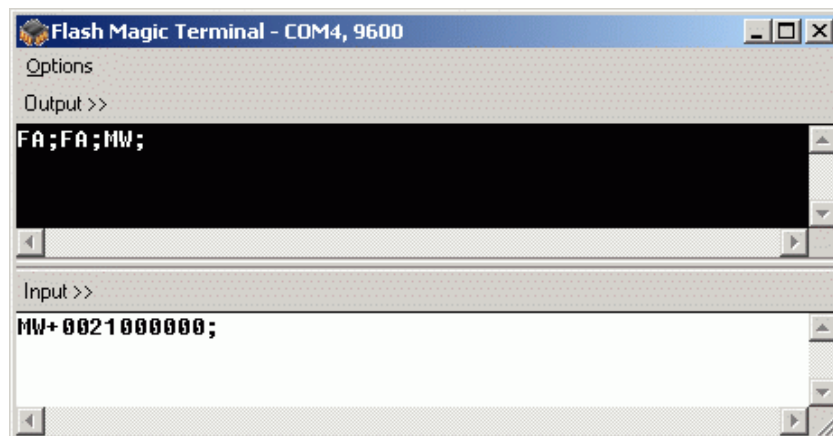

Рис. 8. Запись частоты в память
5. Набрать в нижнем окне программы без пробелов MW+0021000000; (для частоты 21,000000 МГц). При успешной записи в верхнем окне будет подтверждение «MW;» см. Рис. 8